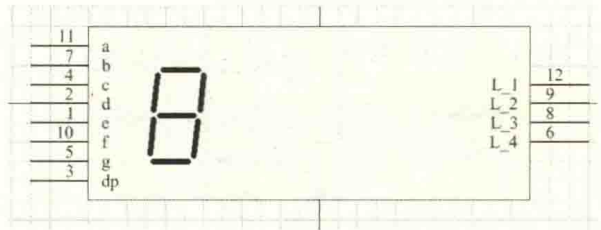

图 12-9 绘制“8”的形状组合线条
(2) 执行菜单命令“Place-Line”，在放置状态下按“Tab”键，设置线条属性，在矩形框内绘制“8”的形状组合线条，如图12-9所示。